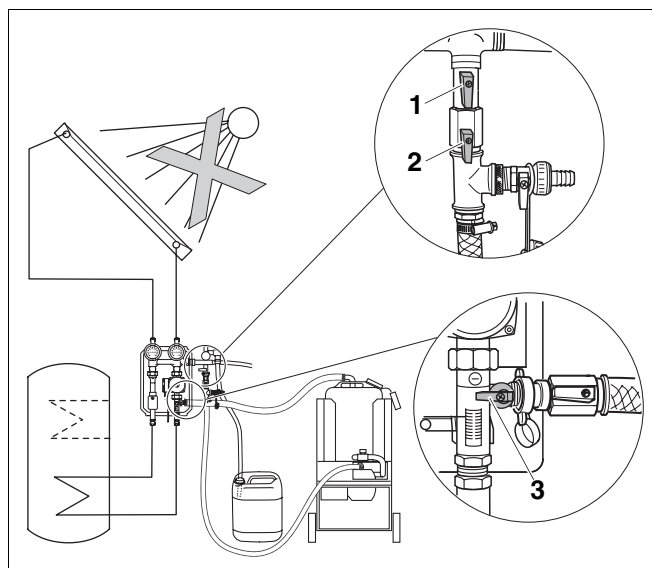

Abb. 13 FE-Hahn an der Sicherheitsgruppe, am Druckschlauch und am Durchflussmengeneinsteller öffnen
- ▶ Öffnen Sie den FE-Hahn (Abb. 13, **Pos. 1**) an der Sicherheitsgruppe und den FE-Hahn (Abb. 13, **Pos. 2**) zwischen dem T-Stück des Druckschlauches und dem FE-Hahn der Sicherheitsgruppe.
- ▶ Öffnen Sie den FE-Hahn (Abb. 13, **Pos. 3**) am Durchflussmengeneinsteller.